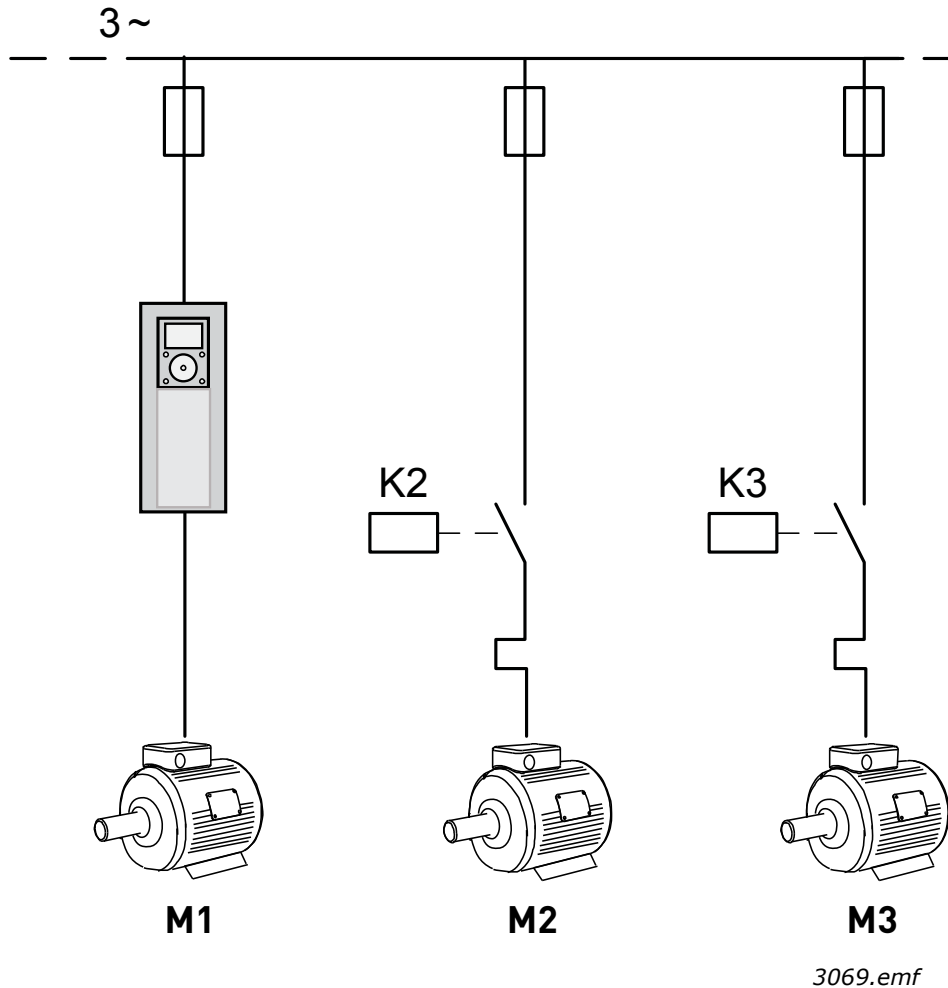

图 10 主要控制图（只自动切换辅助电机）。
**注意！**不同的连接，取决于所选的自动切换模式（参见图 10 和图 11）。